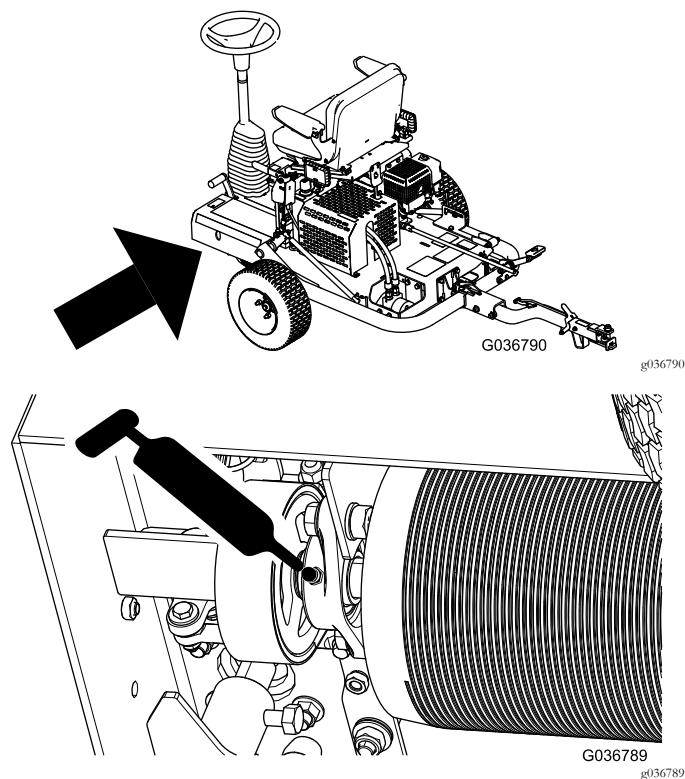

図 30
2. 図 30 のようにしてフィッティングからグリスを注入する。